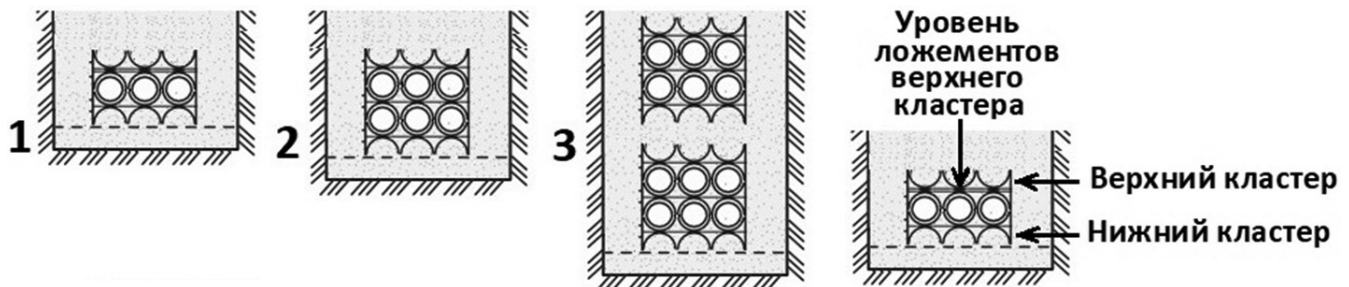

Рисунок 9.12 – Формирование слоёв и пакетов труб кластерами в траншее
- 9.6.7** При пакетной прокладке, если в пакете не один, а несколько слоёв труб (рисунок 9.12), в траншеях и на вводах труб в колодцы, каждый слой труб, начиная с нижнего, следует присыпать и утрамбовать отдельно. Так, чтобы в каждом слое, каждая труба, была с боков и сверху закрыта песком или грунтом до уровня ложементов верхнего кластера. Только после этого в верхний кластер можно укладывать следующий слой труб. Трубы в пакетах необходимо фиксировать между собой кластерами/кластерными блоками (рисунок 9.13 и 9.14). Просыпку грунта выполнять с контролем просыпки в местах установки кластерных блоков.
Кластерами можно соединять трубы одного слоя, а можно и собирать несколько слоёв в блоки для набора нужного количества труб (рисунок 9.12).
Опыт применения показал, что во всех условиях прокладки труб кластеры следует устанавливать так, чтобы каждая труба в пакете была зафиксирована кластерами и снизу и сверху (рисунок 9.12 и 9.13).